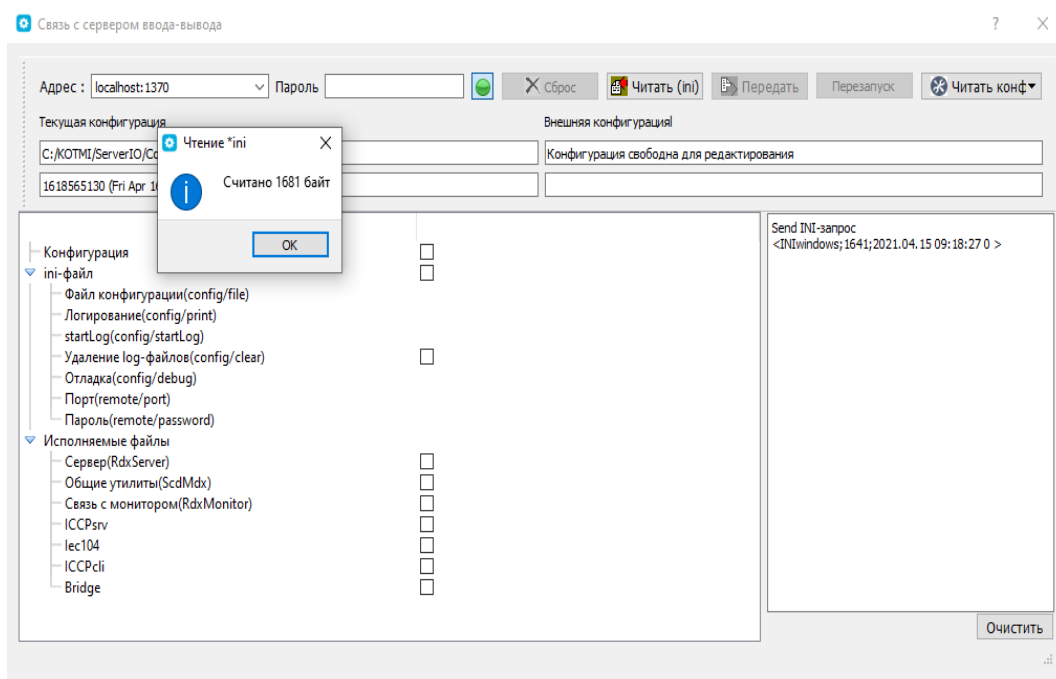

Рисунок 5.70 – Пример успешного соединения
- Если произошло успешное соединение, то радиокнопка становится зеленой и появляется сообщение о количестве считанных байтов (Рисунок 5.70). В противном случае в статусной строке, в нижней части окна, появится причина неудачи.